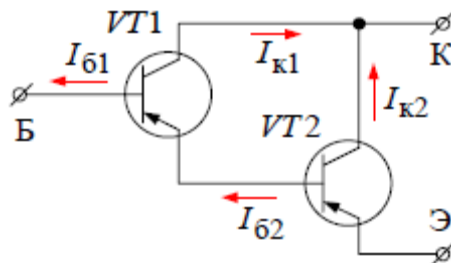

Рисунок 3.44 – Составной транзистор по схеме Дарлингтона
1. *Схема Дарлингтона.* Она характеризуется тем, что входные цепи всех входящих в нее транзисторов соединены последовательно, а выходные цепи – параллельно (рисунок 3.44). Транзисторы VT1 и VT2, входящие в состав составного транзистора, можно представить в виде одного транзистора с выводами эмиттера (Э), базы (Б) и коллектора (К). Коллекторный ток составного транзистора равен сумме коллекторных токов, входящих в него транзисторов: